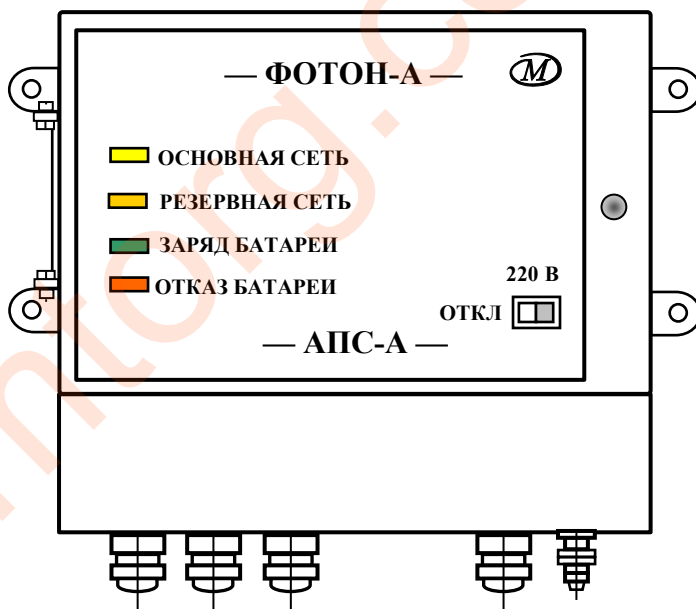

Рисунок 3- Лицевая панель прибора АПС-А
- индикации состояния основного и резервного питания системы (индикаторы **ОСНОВНАЯ СЕТЬ** и **РЕЗЕРВНАЯ СЕТЬ**) (смотри рисунок 3);